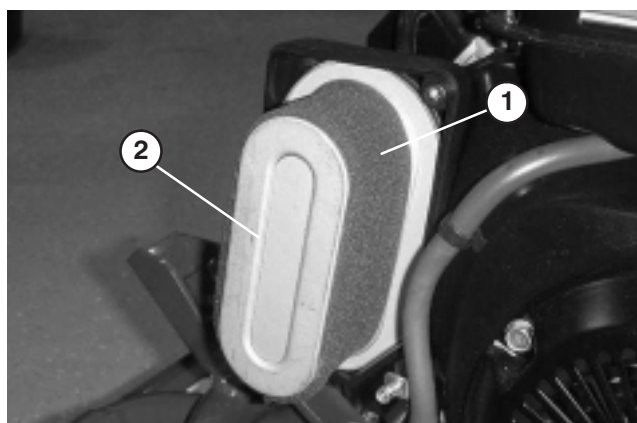

Figure 31
3. Si l'élément en mousse est encrassé, sortez-le de l'élément en papier (Fig. 31). et nettoyez-le soigneusement.